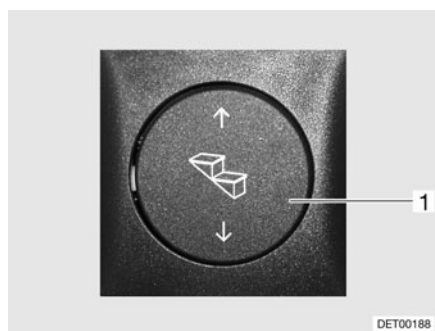

Fig. 5 Commutateur de commande du marchepied
- Appuyer sur le commutateur à bascule (Fig. 5,1) vers le bas jusqu'à ce que le marchepied soit entièrement sorti.
- Appuyer sur le commutateur à bascule (Fig. 5,1) vers le haut jusqu'à ce que le marchepied soit entièrement ressorti.